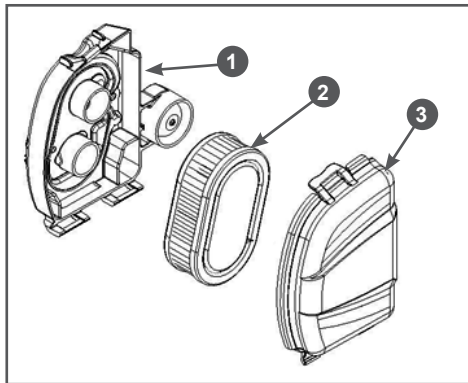

Рис. 19 Обслуживание воздушного фильтра
1. Отогните фиксатор крышки воздушного фильтра и снимите крышку 3 воздушного фильтра (Рис. 19).
2. Извлеките фильтрующий элемент 2 (Рис. 19).
Бумажный фильтрующий элемент 2 (Рис. 19) не подлежит очистке, необходима его за-